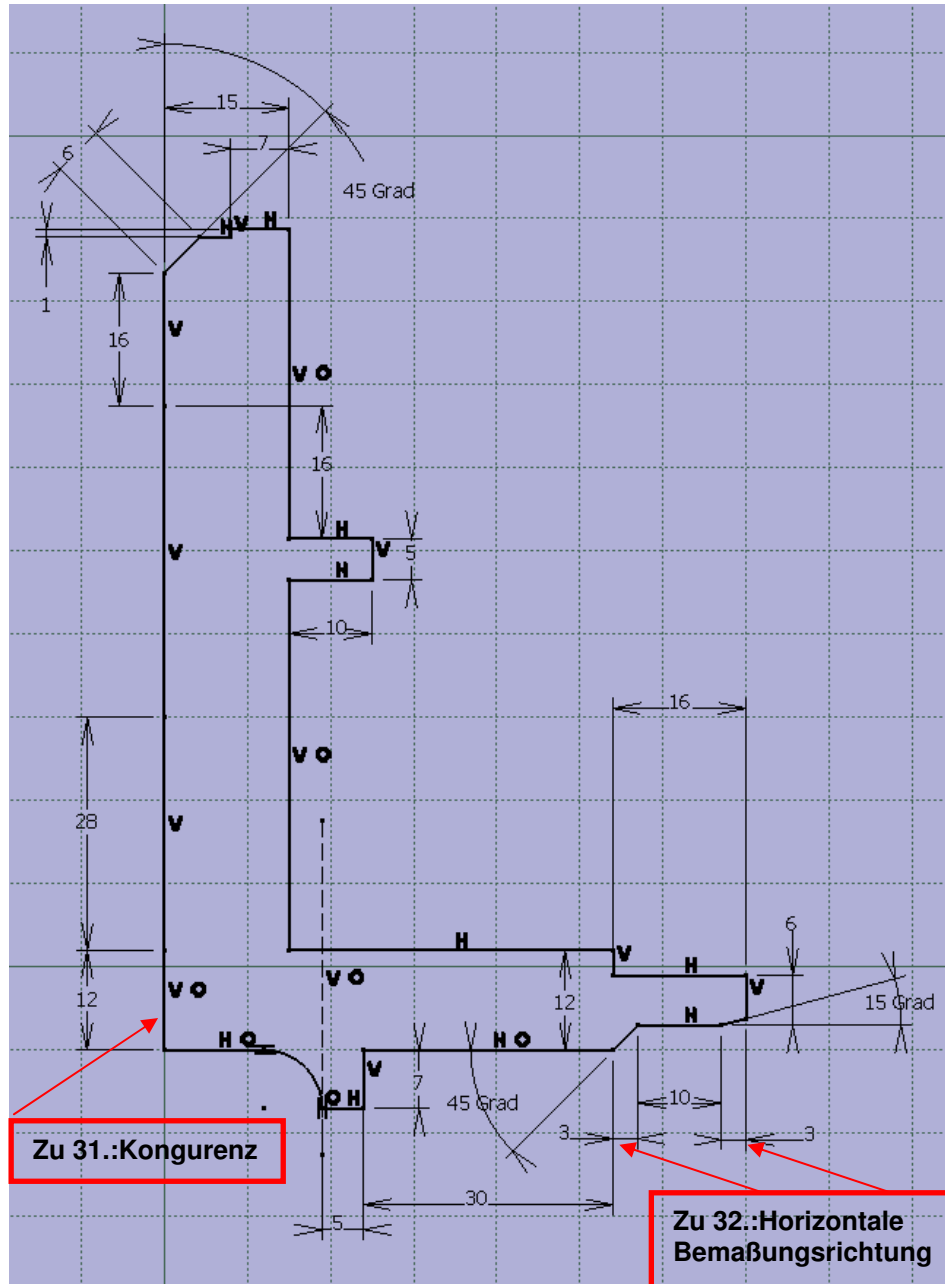

Abbildung 19
30. Bemaßen Sie die Skizze entsprechend Abbildung 19 unter Verwendung der Funktion **Bedingung** sowie unter Beachtung der folgenden Hinweise.